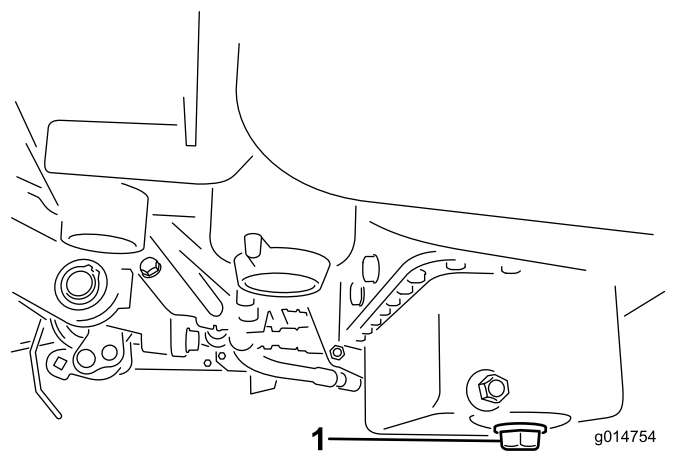

Figura 26
1. Retire o tampo de escoamento e deixe o óleo escorrer para um recipiente adequado. Quando o óleo parar, volte a montar o tampo de escoamento (Figura 26).